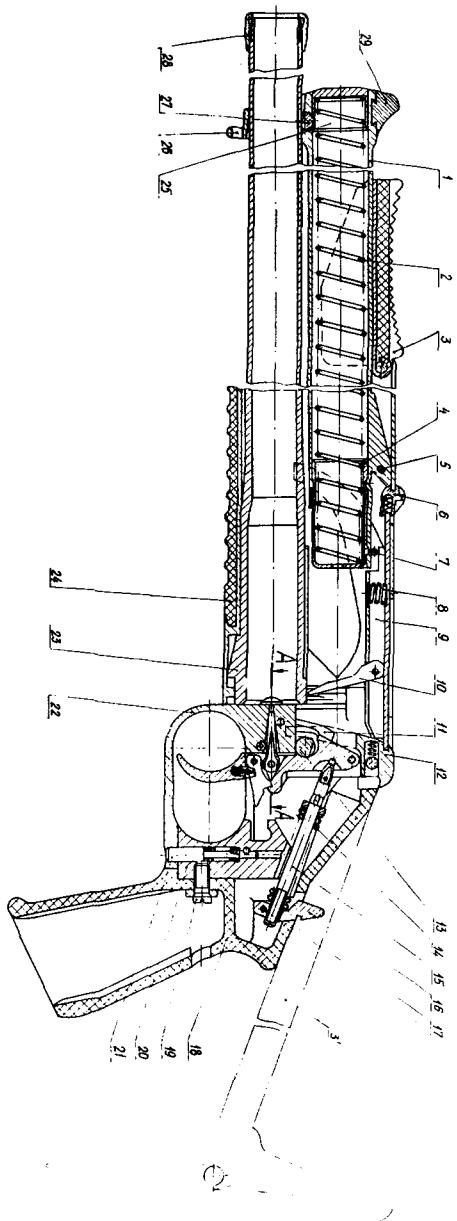
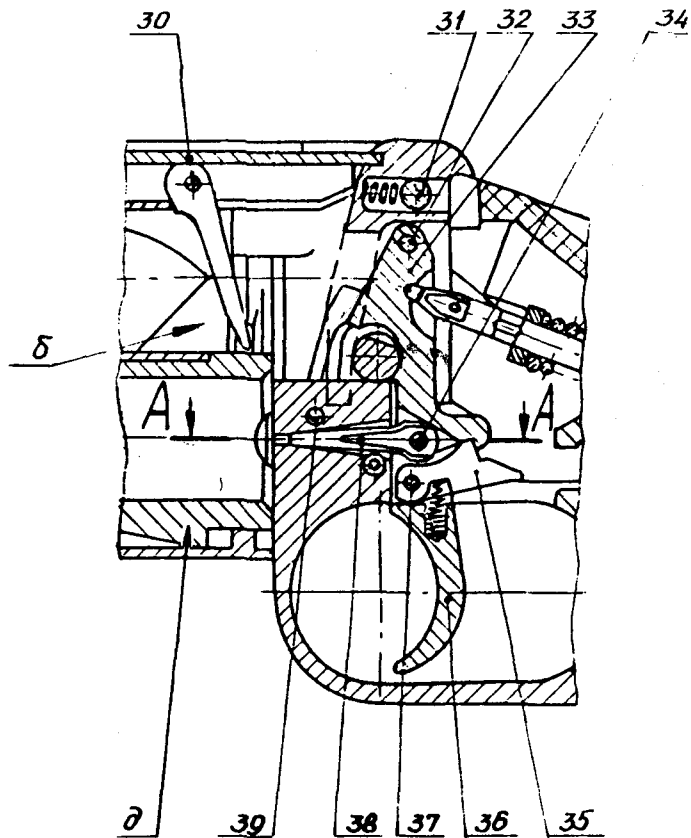
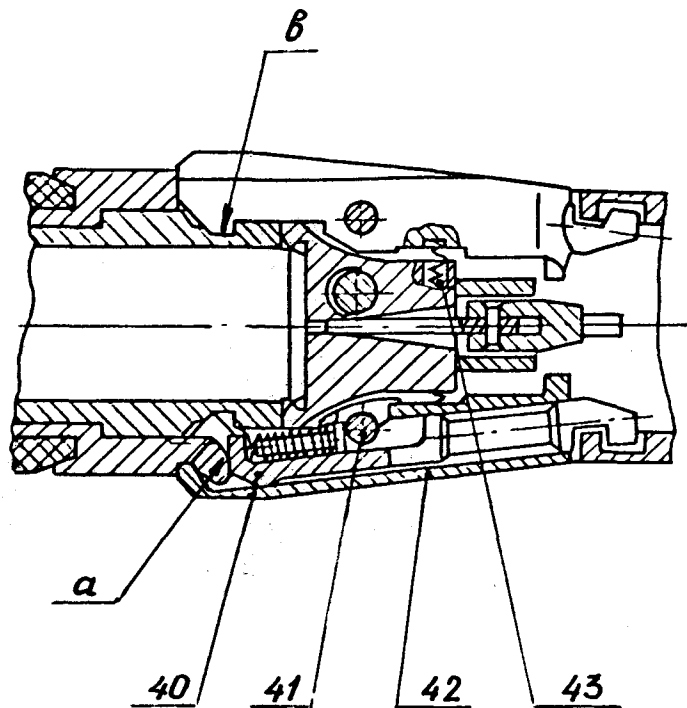

Рис. 4.1. Конструктивная схема и составные части
Рис. 4.2. Схема ударно-спускового механизма
Рис. 4.3. Схема узла запирания
для ружья «Рысь-Ф» на рис. 4.1, 4.2, 4.3;
для ружья «Рысь-У» на рис. 4.2, 4.3.
6.1.1. Корпус служит для размещения в нем механизмов ружья и представляет собой сварную конструкцию, включающую трубу магазина 1 (рис. 4.1.), основание 22 и опору ствола 26.
6.2.1. Ствол с цевьем представляет собой единую конструкцию и включает собственно ствол 23 и подвижно скрепленное с ним цевье 24, состоящее из пластмассовой или деревянной «рубашки», закрепленной на остове, имеющем бонки «а» (рис. 4.3) для принудительного размыкания зацепов.
6.2.2. На наружной поверхности казенника ствола выполнены выступы «б» (рис. 4.2), предназначенные для взаимодействия ствола при его движении со снижателем, фиксирующие выемки «в» (рис. 4.3) для взаимодействия с зацепами и выступ «д» (рис. 4.2) для удержания цевья.
6.3.1. Корпус сверху закрывает крышка 30 (рис. 4.2), которая шарнирно осью 7 (рис. 4.1) скреплена с подпружиненным снижателем 9. Крышка со снижателем установлена в основании на оси 5, относительно которой имеет возможность проворачиваться.
6.3.2. Снижатель 9 (рис.4.1) предназначен для отсечки патронов в магазине, подачи их на линию огня и для удаления стреляной гильзы (осечного патрона) с помощью очередного снижаемого патрона.
6.3.3. На заднем плече снижателя на оси вращается подпружиненный выталкиватель 10 (рис. 4.1), предназначенный для удаления последней стреляной гильзы (осечного патрона).
6.4. Ударно-спусковой механизм (рис.4.2) предназначен для производства выстрела, представляет собой неразъемную конструкцию
6.5.2. Предохранитель 13 (рис. 4.1) исключает возможность производства случайного выстрела, а также самопроизвольное открывание ствола в случае удержания ружья за цевье, выполнен в виде цилиндрического стержня с флажком и фиксируется в двух положениях: «Огонь» (вертикальном, видна красная точка) и предохранение (горизонтальном).
6.5.3. Предохранение от выстрела при незапертом канале ствола осуществляется с помощью двух подпружиненных зацепов 42 (рис. 4.3), шарнирно установленных на осях в корпусе. Внутри зацепа установлен подпружиненный толкатель 40. При незапертом канале ствола зацепы с толкателями фиксируют спусковой крючок, что не позволяет произвести выстрел.
6.6. Стопор 11 (рис. 4.1) служит для удержания сниженного патрона на линии огня в начале движения ствола назад до фиксации патрона его патронником. Установлен шарнирно на оси 39 (рис. 4.2) в корпусе.
6.7. Рукоятка 18 (рис. 4.1) совместно с цевьем служит для управления стрельбой. Выполнена из пластмассы. Устанавливается на оси 31 (рис. 4.2), пристыковывается к корпусу через вкладыш 20, скрепленный с рукояткой винтом 19 и фиксируется с корпусом с помощью подпружиненного фиксатора 21.
6.8.1. На ружьях «Рысь-Ф» и «Рысь-К» установлен металлический приклад 3 (рис. 4.1) каркасного типа, который, поворачиваясь на оси 31 (рис. 4.2), может занимать два положения: откинутое с фиксацией защелкой приклада и сложенное, располагаясь над крышкой с фиксацией целиком-защелкой 6 (рис. 4.1).
На фланце снизу установлен подпружиненный фиксатор 21 (рис. 4.1), предназначенный для фиксации приклада с корпусом.